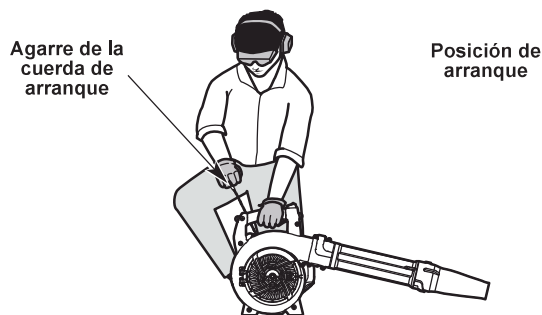

Fig. 11
5. NO apriete el control del acelerador. Agáchese en posición de arranque (Fig. 11).
6. NO apriete el control del acelerador. Tire de la cuerda de arranque con un movimiento controlado y constante de 3 a 5 veces para arrancar el motor (Fig. 11).